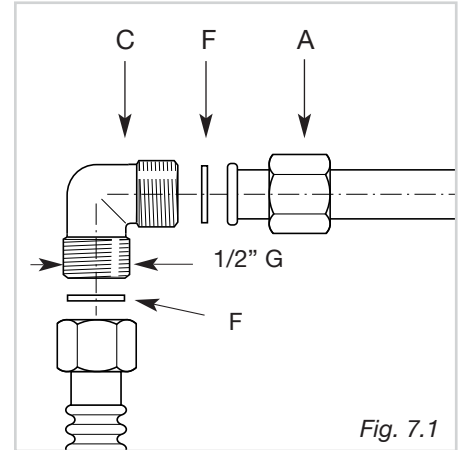

Fig. 7.1
Il raccordo gas del piano cottura (fig. 7.1) è così composto:
- ✓ Le guarnizioni F (fig. 7.1) sono gli elementi che garantiscono la tenuta della connessione gas.